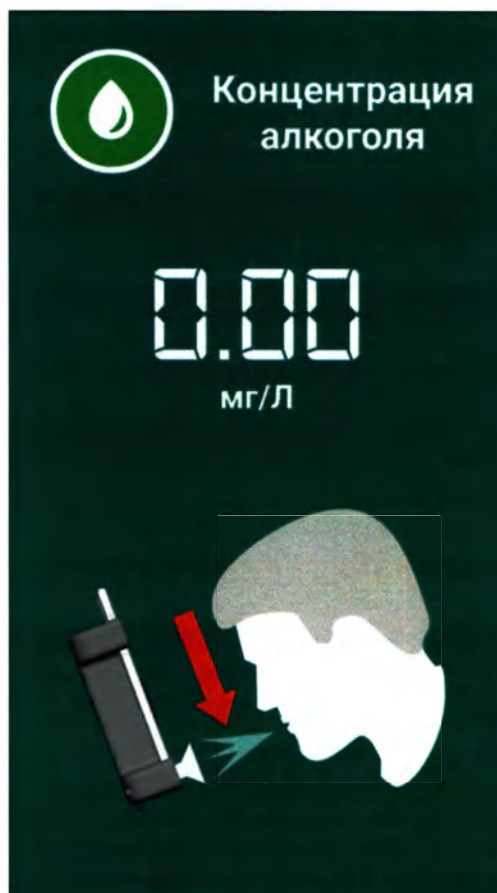

Рисунок 10 – Режим измерения «Концентрация алкоголя» в ПО
2) Выберите в установленном приложении на смартфоне режим «Концентрация алкоголя», затем запустите измерение с помощью кнопки в приложении в верхнем левом углу дисплея (рисунок 10). Далее следуйте инструкциям, появляющимся на экране.
РЭ. Для повтора теста запустите измерение с помощью кнопки в приложении в верхнем левом углу дисплея (рисунок 10).